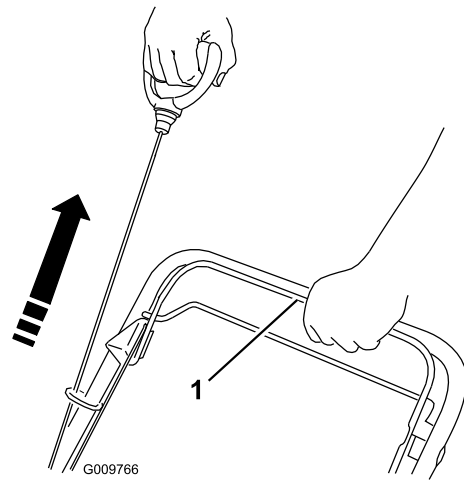
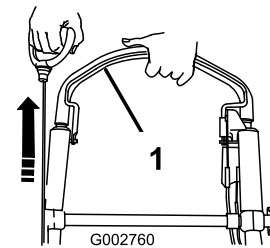

Figure 22
Figure 23
2. Maintenez la barre de commande de la lame contre le guidon et tirez sur la poignée du lanceur (Figure 22 ou Figure 23).